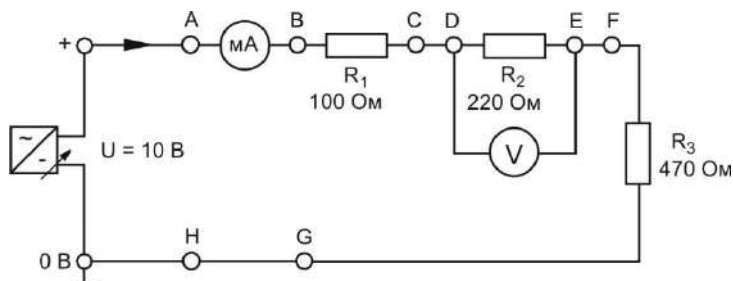

Рисунок 1 - Последовательное соединение резисторов.
2. Собрать схему, согласно рис.1